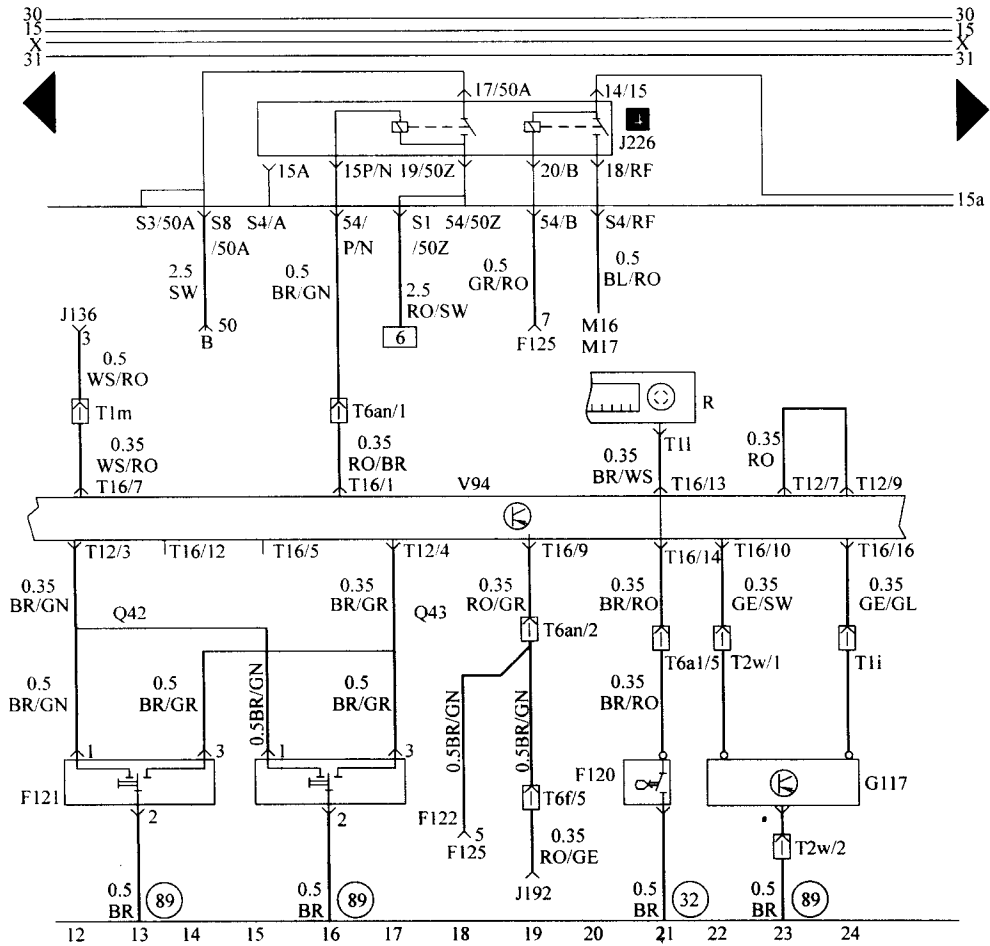

图 5-2 电路图 (坐标 12~24)
(2) 坐标 12~24 之间元件电路图,如图 5-2 所示。